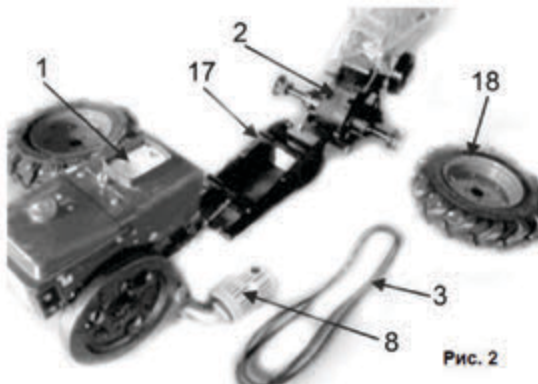

Рис. 2
- Культиватор состоит из нескольких основных узлов: двигателя (1)(См. Рис.2), рамы (17), Коробки передач и рулевой колонки (2), колес (18).
- Рама (17)(См. Рис.1.2) крепится к картеру коробки передач (2)(См. Рис.2) с помощью двух стальных шпилек, и фиксируется гайками с каждой стороны.